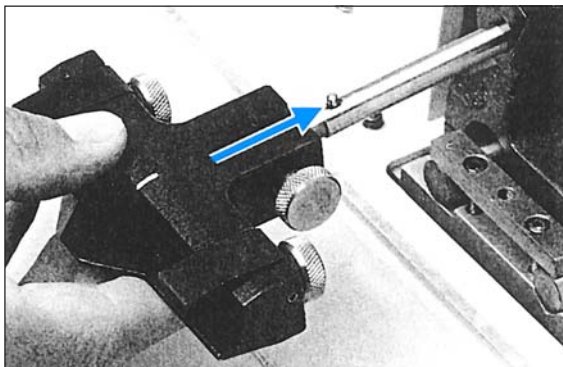

Fig. 11.1
5. Pour monter le support couteau sur le bras, faites tourner celui-ci à la main de manière à ce que l'ergot soit vertical (**Fig. 11.1**). Tenez le support de couteau la face supérieure des pinces tournée vers le haut.